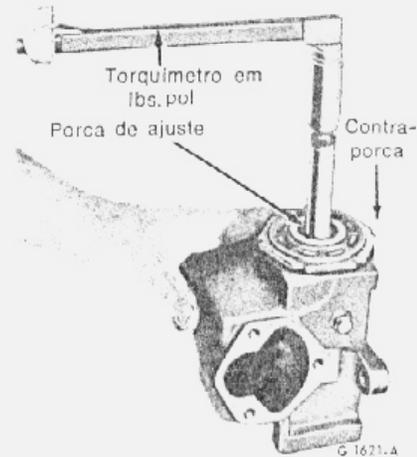

fig. 7 — verificação da pré-carga do rolamento da árvore do sem-fim
12. Ajustar a pré-carga do sem-fim, utilizando um torquímetro (fig. 7). Consultar a especificação para obter o valor da pré-carga.